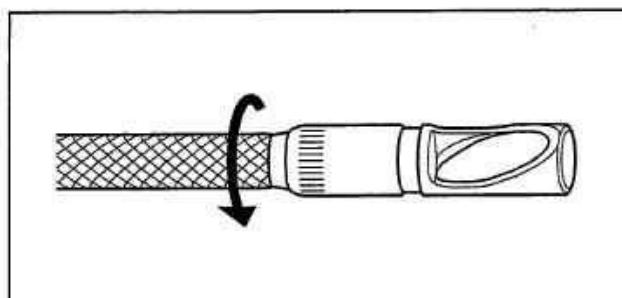

図 3.16
- 第1ねじ部通過後、側視ミラーアダプター本体を軽く押し込みながら回し、スコープ先端の側視ミラーアダプター固定溝に側視ミラーアダプター内側のツメが噛み合っただけで回転が止まる位置になっていることを確認します (図 3.16 参照)。